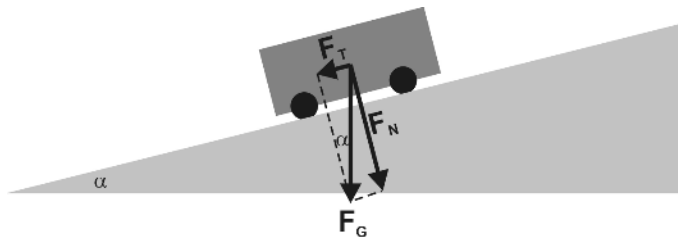

Abbildung 1.5: Zerlegung einer Kraft in zwei Komponenten
Manchmal ist es auch sinnvoll, eine gegebene Kraft vektoriell in ihre Bestandteile zu zerlegen. Ein typisches Beispiel sind Gewichtskräfte von Körpern auf schiefen Ebenen. Die Gewichtskraft F_G wirkt immer nach unten. Daher ist hier eine Zerlegung in zwei Kräfte sinnvoll, wie Abbildung 1.5 zeigt. Diese beiden Kräfte sind:
- ✓ Die *Tangentialkraft* F_T , die parallel zur Oberfläche verläuft. Sie bedingt in Abbildung 1.5 eine Beschleunigung des Wagens entlang der Oberfläche nach unten.
Für die beiden Kräfte F_N und F_T in Abbildung 1.5 gelten: